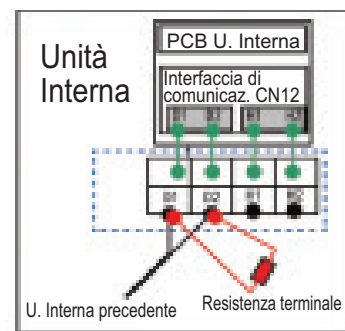

Fig. 5.3.2
- (4) Fissare il cavo di comunicazione sul box elettrico mediante la fascetta.
- (5) Per una comunicazione più affidabile tra l'Unità Interna e l'Unità Esterna e tra le Unità Interne, aggiungere una resistenza terminale (fornita di serie) sulla morsetteria dell'ultima Unità Interna della connessione in serie. La resistenza terminale deve essere collegata in parallelo tra i morsetti D1 e D2, come mostrato in Fig. 5.3.2.